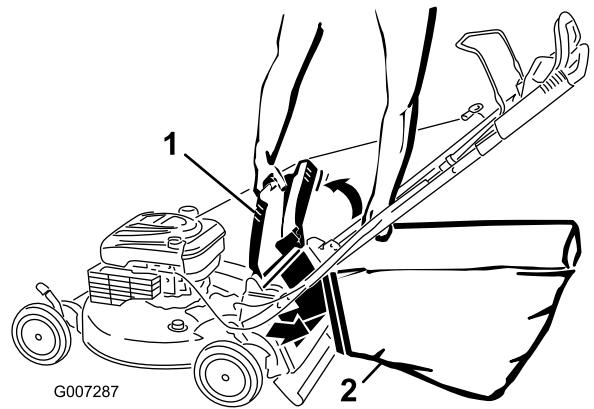

Figura 25
4. Cuelgue el extremo superior delantero de la bolsa de los pasadores de la bolsa de recogida en las muescas de los soportes del manillar (Figura 25).